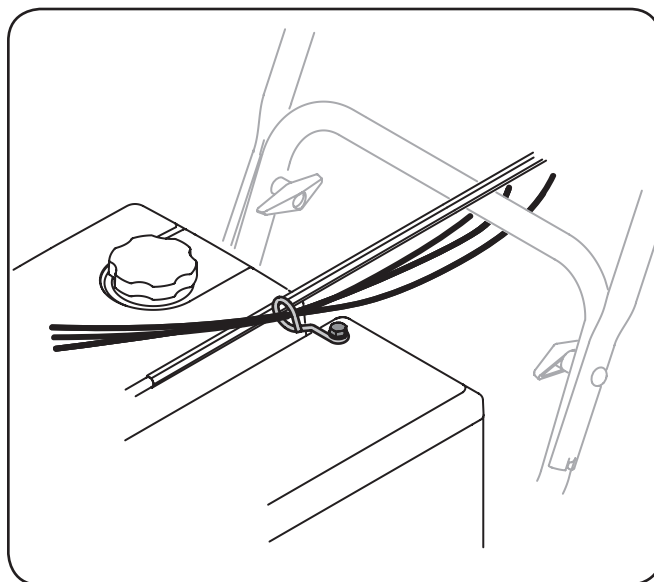

Figura 3-9
7. Controle que los cables estén adecuadamente dirigidos a través de la guía de cables de la parte superior del motor. Consulte la Figura 3-9.